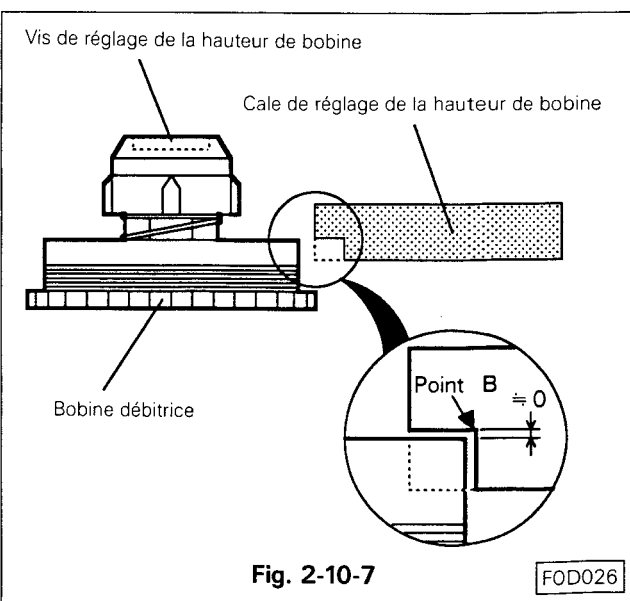

Fig. 2-10-7
- K. Orienter la cale de réglage afin que le bord de la bobine débitrice S coïncide avec le point B sur le côté marqué SP de la cale de contrôle. (Voir Fig. 2-10-7)
- L. Si la hauteur de la bobine n'est pas correcte, procéder au réglage à l'aide de la vis située sur la bobine tout en bloquant la bobine elle-même. (Fig. 2-10-7)